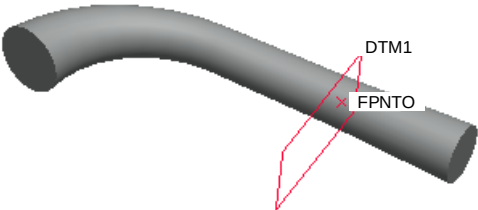

图 11.2.43 创建基准平面
Step3. 创建一个通过域点的基准平面，如图 11.2.43 所示。